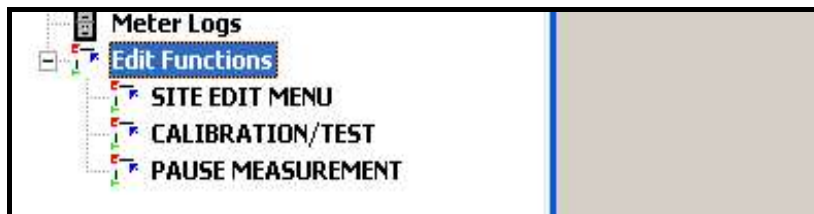
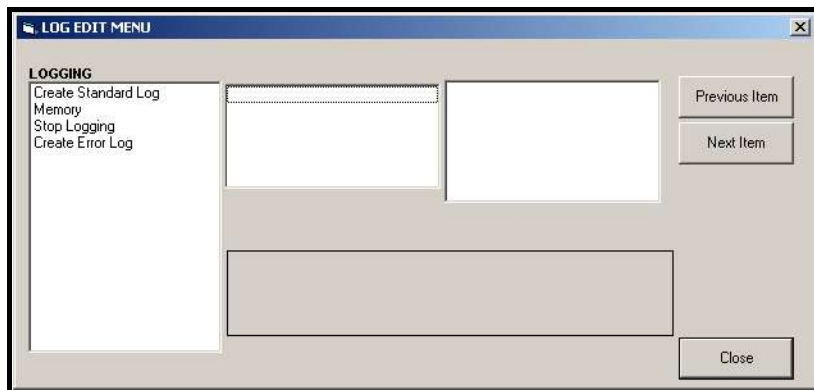

Figura 10: Menú de editar funciones para XGF868i con tarjeta de registro
Figura 11: Ventana del menú de edición del sitio
1. En el *Navegador de nuevos medidores* de PanaView, expanda el árbol de ruta y abra la opción *Editar funciones* (descrita en el Apéndice C, *Programación del XGF868i mediante PanaView*). La ventana será ahora similar a la *Figura 10*.
2. A continuación, haga clic en la Menú de edición *Navegador de registro*, como se muestra en la *Figura 10*. La ventana aparece de forma similar a la *Figura 11*.